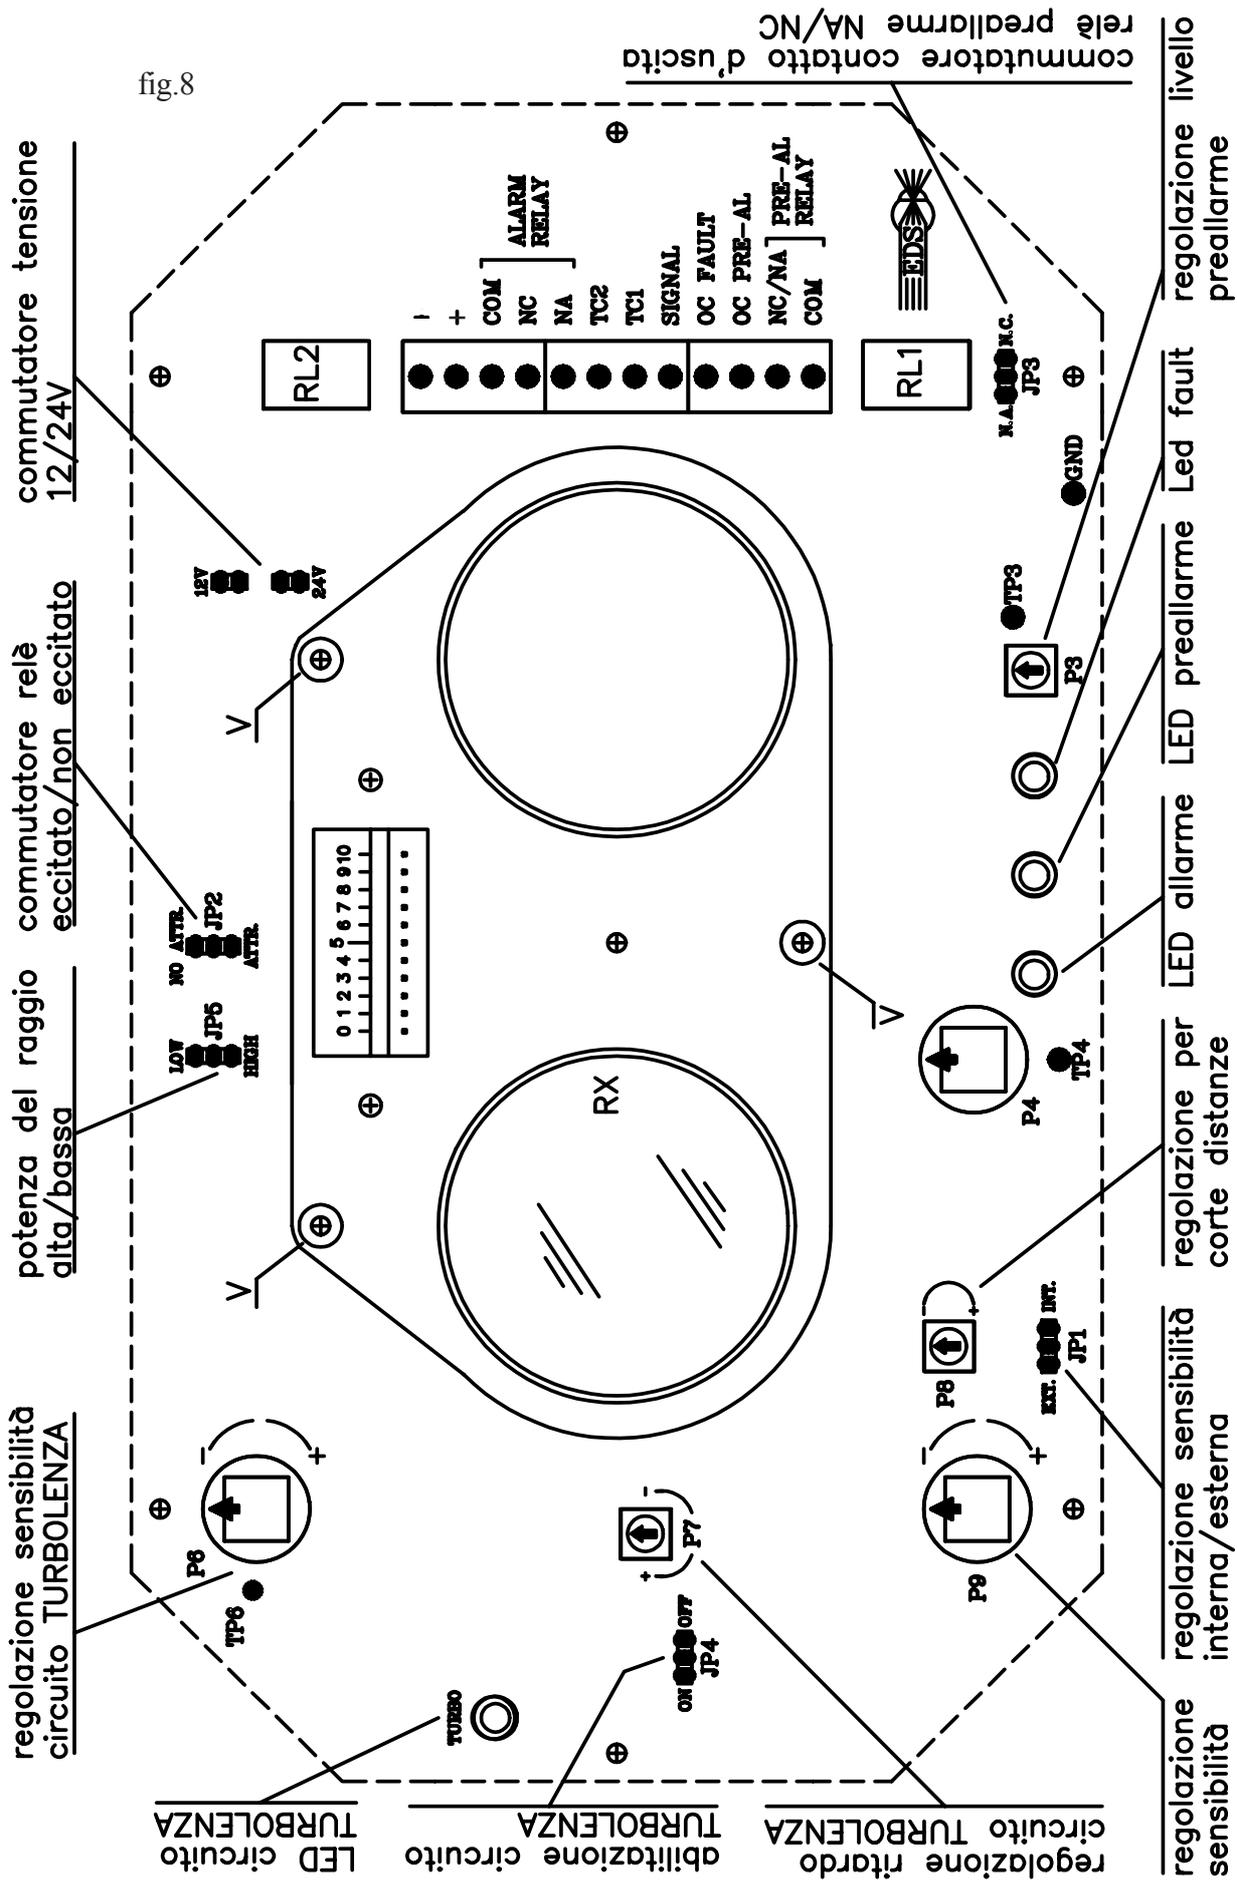

fig.8
L'operazione si esegue agendo sul trimmer P6 (fig.8). La minima sensibilità si ottiene col trimmer regolato tutto in senso antiorario.
6.4 - Il circuito di rivelazione della turbolenza può essere disattivato spostando il ponticello JP4 (fig.8) in posizione OFF
uno schermo opaco. Appena il segnale cala sotto il livello di intervento del preallarme (3 V) la spia gialla di preallarme dovrà accendersi. Se il segnale viene fatto calare sotto il livello di intervento d'allarme (2 V), dopo un ritardo di 8" circa, si dovrà accendere la spia rossa di allarme e il relè d'allarme RL2 dovrà commutare (fig. 8)
- ◆ misurare con un voltmetro 10 V fondo scala ad alta impedenza, la tensione fra il negativo e il Test Point TP3 posto vicino al Led di preallarme LD2 (fig. 8)
- ◆ agire sul trimmer P9 in modo che il segnale del ricevitore letto sullo strumento di misura (fig. 8) si porti a 2,7 - 3 V (con coperchio inserito). Con questa taratura il rivelatore RK80B raggiunge sensibilità al fumo molto elevata (0,6-0,8%/m di oscuramento). Fare attenzione però che in queste condizioni basta un piccolo calo del segnale per provocare l'allarme. Se le condizioni ambien-
Se questa operazione non dà risultati soddisfacenti è necessario inoltre una regolazione fine utilizzando il trimmer P8 (v. fig.8):
Fare attenzione che, se si vuole portare a distanza la regolazione della sensibilità, è necessario spostare il ponticello JP1 dalla posizione 2-3 alla posizione 1-2 (EXT). In tal modo viene disattivata la regolazione interna della sensibilità e vengono attivati i morsetti di uscita 6-7 [TC1-TC2] per il collegamento col modulo EV429 per la regolazione esterna (fig. 8).